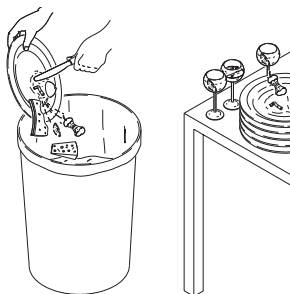

Fig. 13
- rimuovere i residui dalle stoviglie prima di introdurle nella lavastoviglie per il lavaggio (fig. 13)